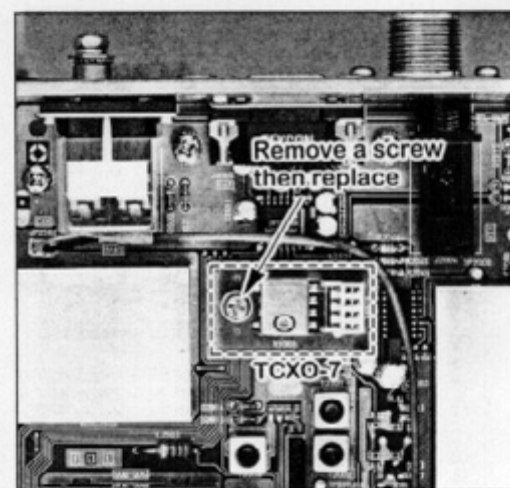

Figure 4
3. Ориентируясь на фотографию (Figure 4), удалите плату "Ref Osc Unit" и установите плату TCSXO-7.